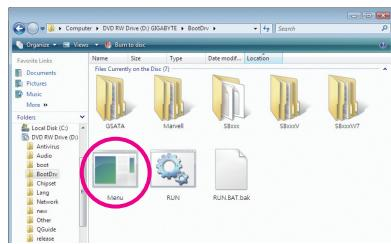
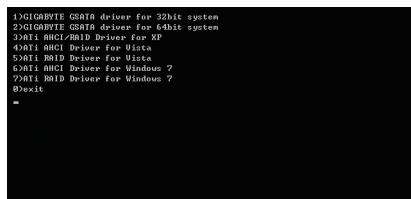

Figure 3
Figure 4
- 2: A partir de votre lecteur de disques optiques, double-cliquez sur le fichier **Menu.exe** dans le dossier **BootDrv** (Figure 3). Une fenêtre Commande d'invite similaire à celle dans Figure 4 apparaîtra.
- 3: Insérez la disquette vierge formatée. En fonction du système d'exploitation à installer, sélectionnez le pilote du contrôleur en appuyant sur la lettre correspondante dans le menu et appuyez sur <Enter>. Par exemple, dans le menu de la Figure 4,